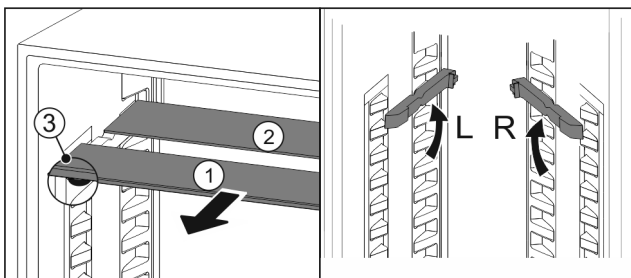

Fig. 96
- ▶ Retire las planchas de cristal individualmente hacia delante Fig. 96 (1).
- ▷ La placa de vidrio Fig. 96 (1) con moldura está situada delante.
- ▷ Los topes Fig. 96 (3) miran hacia abajo.